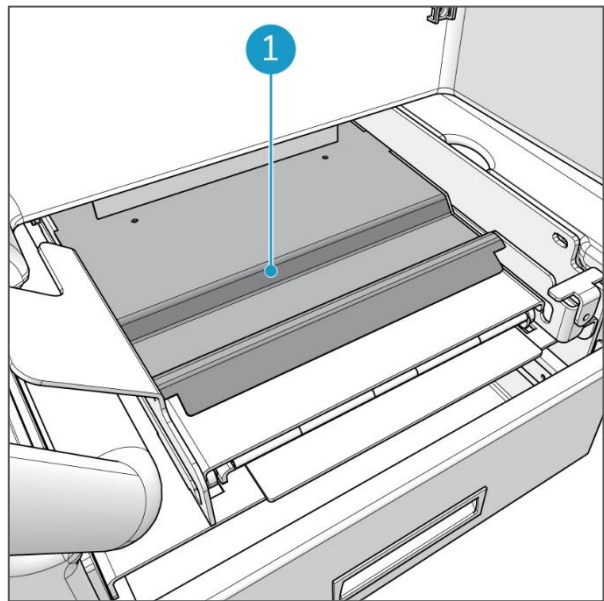

Figura 63
Prima scaricare i-mop lite, consultare la sezione 7.8.1. Pulire il piano su cui poggiano le ruote di i-mop lite (Figura 63, pos 1) con un panno umido.